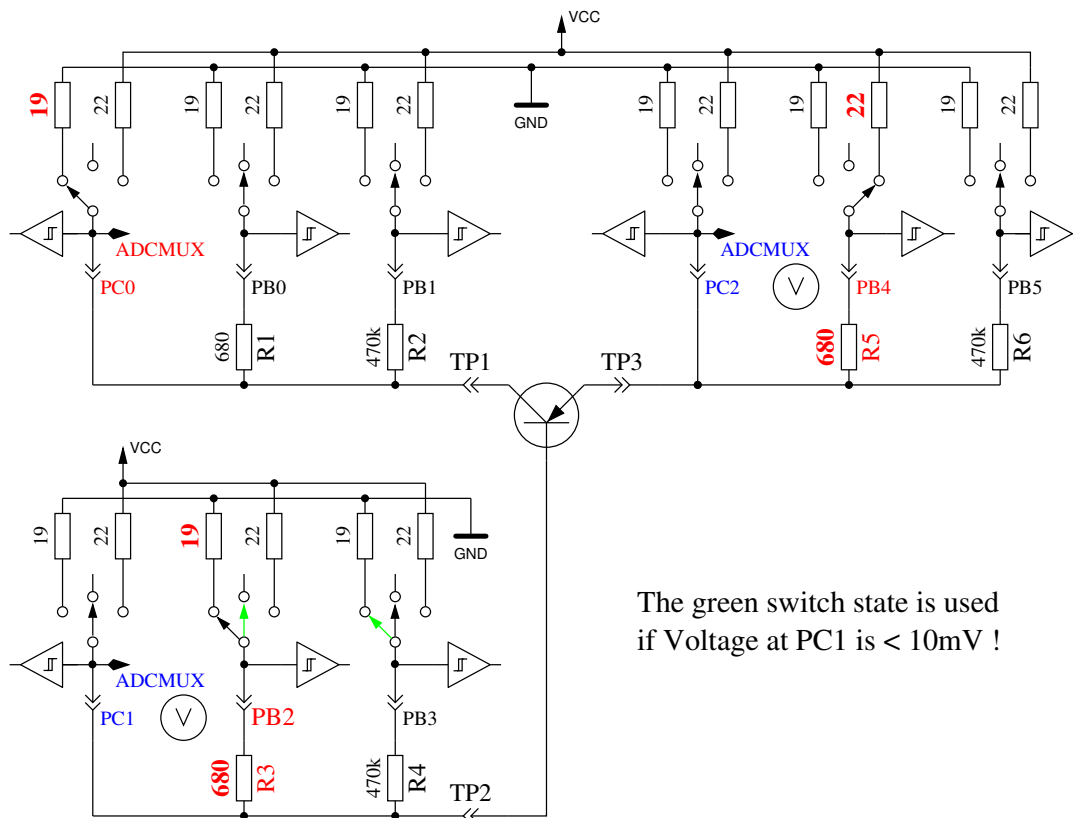

Abbildung 5.4. hFE-Messung eines PNP-Transistors in Kollektor-Schaltung
Zuerst wird der Stromverstärkungsfaktor in der Kollektor-Schaltung (Emitter-Folger) für den angenommenen PNP-Transistor gemessen. Die Messsituation wird in Abbildung 5.4 gezeigt. Wenn die gemessene Basis-Spannung (UB) über 9mV mit dem 680Ω Widerstand liegt, wird die Stromverstärkung hFE berechnet mit $hFE = \frac{UE-UB}{UB}$. Die Spannung UE ist die Differenz der Emitter-Spannung zu VCC. Die Differenz des 22Ω und 19Ω-Widerstandes wird nicht berücksichtigt. Wenn die Spannung UB unter 10mV liegt, wird die Messung mit dem 470kΩ-Widerstand an der Basis gemacht. Für diesen Fall wird der Stromverstärkungsfaktor mit $hFE = \frac{UE \cdot 470000}{UB \cdot (680 + 22)}$ gebildet.